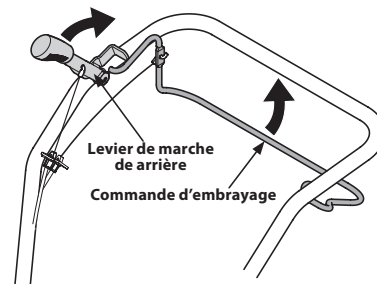

Figure 16
2. Lorsque vous labourez, laissez les roues faire avancer le motoculteur pendant que les dents creusent le sol. Placez-vous à l'arrière et légèrement de côté du motoculteur. Tenez le guidon fermement avec une seule main et gardez votre bras détendu. Voir la Figure 16. Laissez le motoculteur avancer à son propre rythme. Ne poussez pas le guidon vers le bas pour forcer les dents à creuser plus profondément car ceci peut réduire la traction des roues.